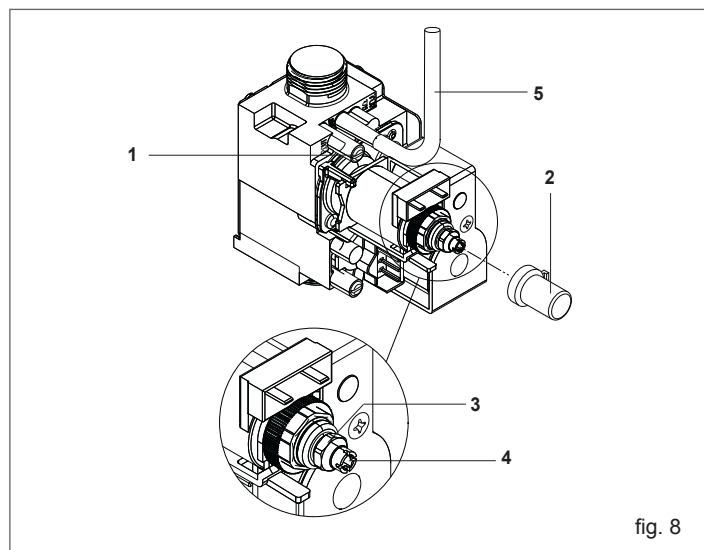

fig. 8
- Svitare di circa due giri la vite della presa di pressione (1) a valle della valvola gas (fig. 8) e collegarvi il manometro.
- Scollegare la presa di compensazione (5) dalla valvola gas.
- Togliere il cappuccio di protezione (2).